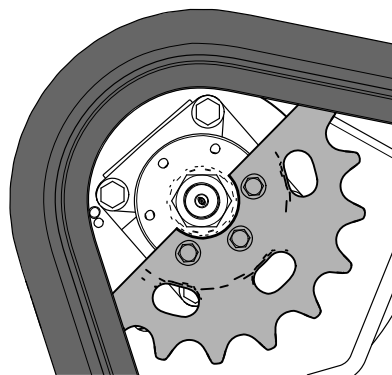

Bild 63
11. Schieben Sie den Fahrtriebshebel nach vorne, bis die andere Hälfte des Antriebsritzel nicht mehr in die Kette eingreift (Bild 63).